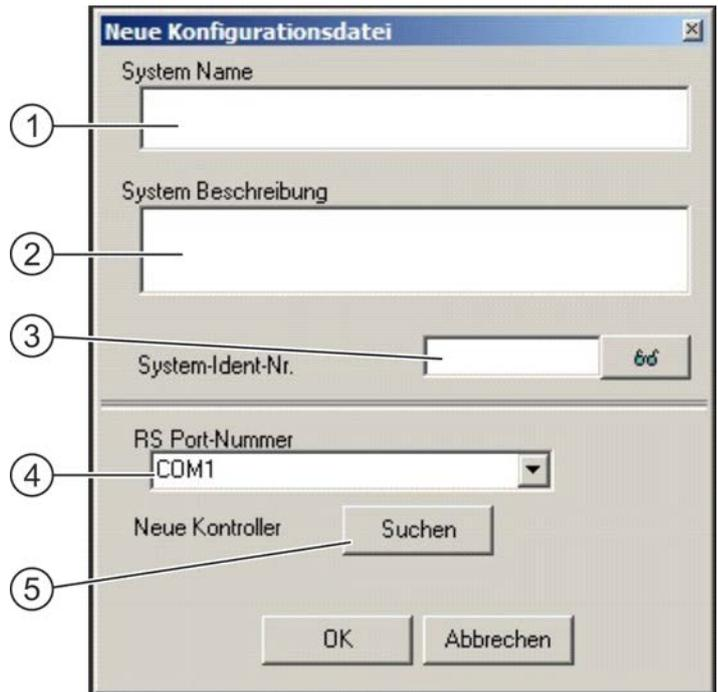

Abb. 21. Fenster für Bestimmung von Parametern einer neuen Konfigurationsdatei.
4. Bilden Sie eine Konfigurationsdatei, in der alle modulbezogenen Informationen gespeichert werden. Dazu wählen Sie im Menü DATEI den Punkt NEU. Daraufhin wird ein Fenster geöffnet, das in der Abbildung 21 dargestellt wurde. Die Felder SYSTEMNAME und SYSTEM-IDENT.-NR. müssen ausgefüllt werden. Wählen Sie auch den Port des Computers, über den die Kommunikation mit dem/den Controller(n) erfolgen wird. Dann klicken Sie entweder auf die Taste SUCHEN (das Programm wird selbst den/die Controller erkennen, der über diesen Port zum Computer verbunden ist) oder direkt auf die Taste OK.